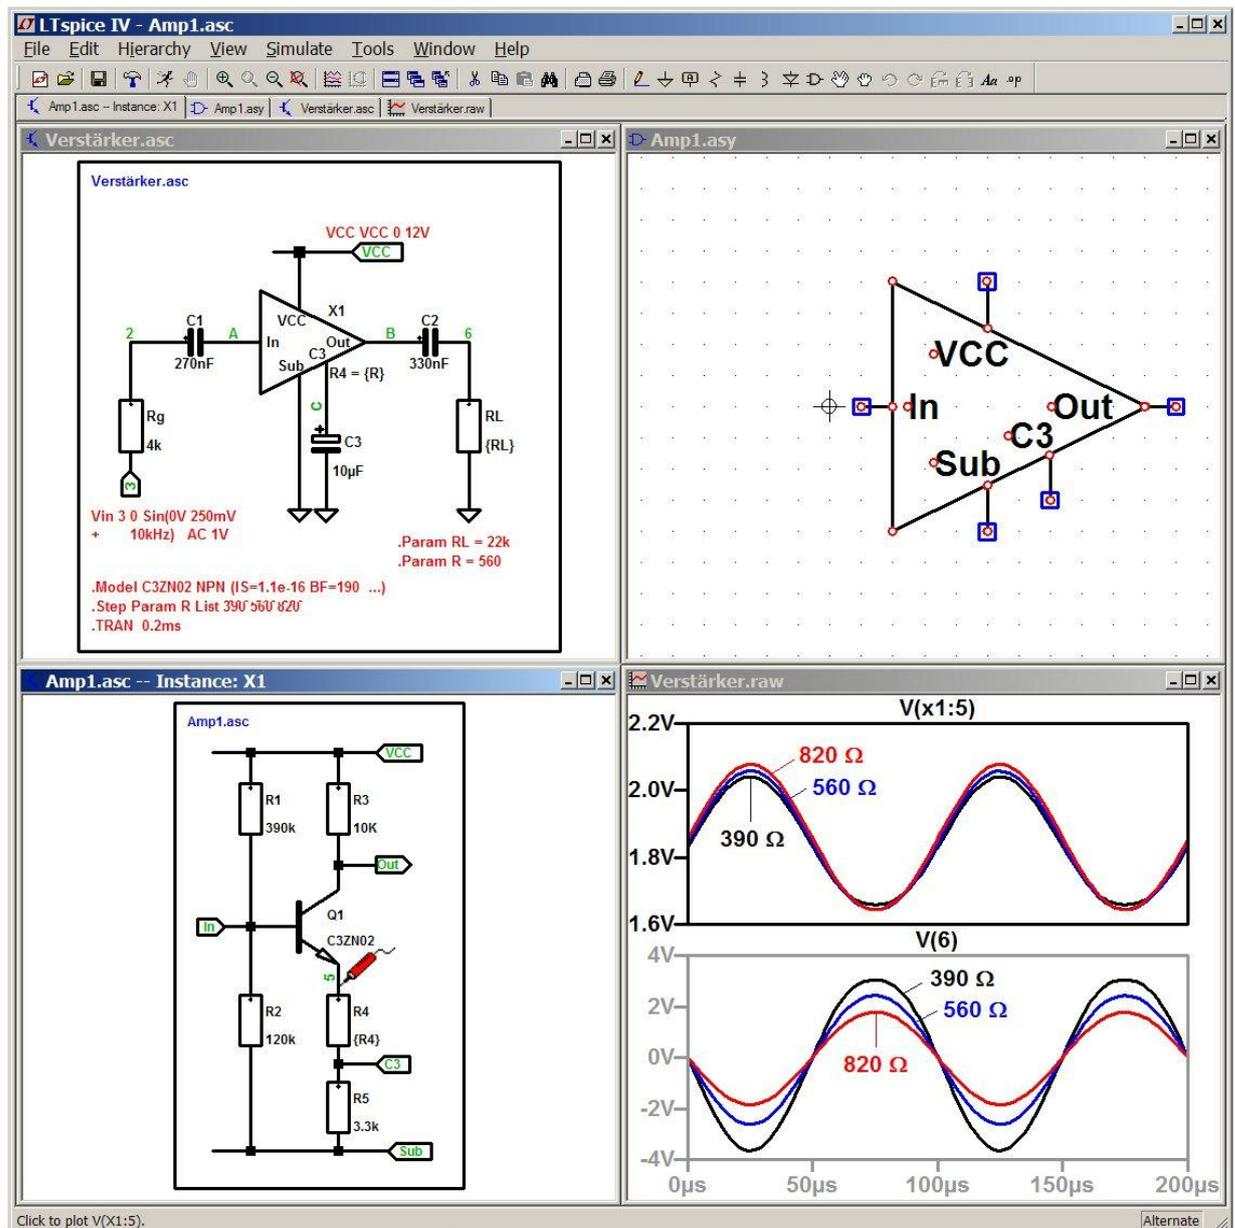

Bild 31: Hauptschaltung „Verstärker.asc“ mit Symbol, Teilschaltung und Plot-Fenster.
- In einer hierarchischen Schaltung können Potentiale und Ströme in gewohnter Weise geplottet werden. Dies gilt auch für Teilschaltungen. In **Bild 31** ist z.B. gezeigt, wie das Potential des Knotens „5“ der Teilschaltung dargestellt werden kann: Zuerst wird die Teilschaltung durch einen **Doppel-Klick** auf das Symbol in der Hauptschaltung geöffnet und dadurch das Teilschaltungs-Fenster *aktiviert*. Dann kann durch Zeigen auf den Knoten und **Links-Klick** dessen Potential angezeigt werden: `V(X1 : 5)`. Im Argument der dargestellten Größe, z.B. des Potentials „V“, wird zuerst das Bauteil genannt – hier „X1“ – und nach einem Doppelpunkt der Knoten-Name „5“.